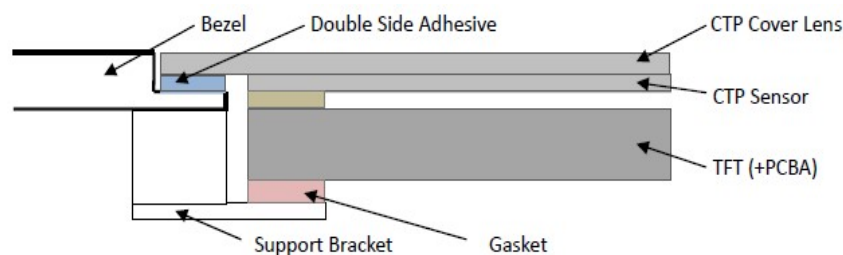

Figure 2
9.2 Surface Mounting (Figure 2)
9.2 嵌入安装（附图 2）